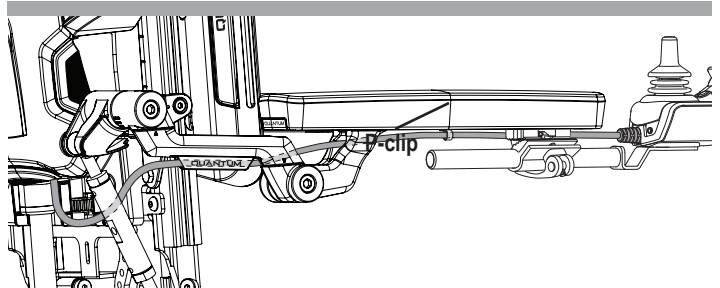

Abbildung 16. Kabelverlauf
6. Verkabeln Sie die Steuerungshalterung mit der Rückseite der Stromversorgung und befestigen Sie sie mit Hilfe der Clips. **Siehe Abbildung 16.**